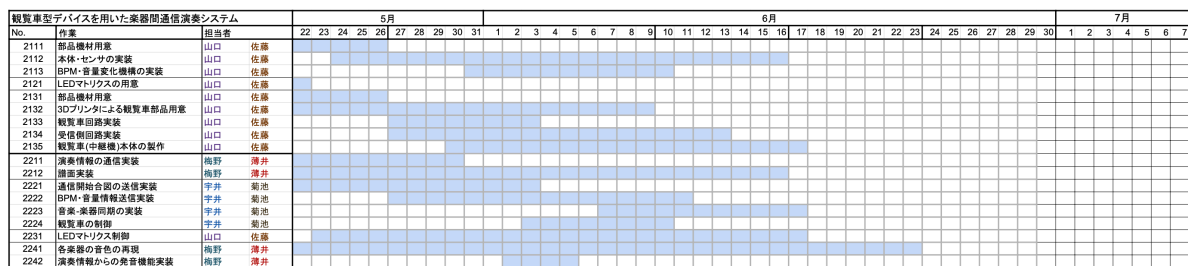
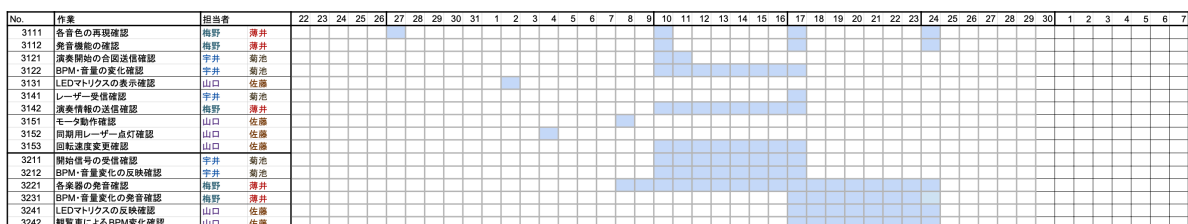

図1 計画段階のガントチャート（実装フェーズ）
図2 計画段階のガントチャート（テストフェーズ）
計画段階のガントチャート (GC) を図 1 (実装フェーズ) および図 2 (テストフェーズ) に示す。
- テストフェーズに移行し、LED マトリクスの反映確認 (No.3241) を実施する (図 2 参照)。